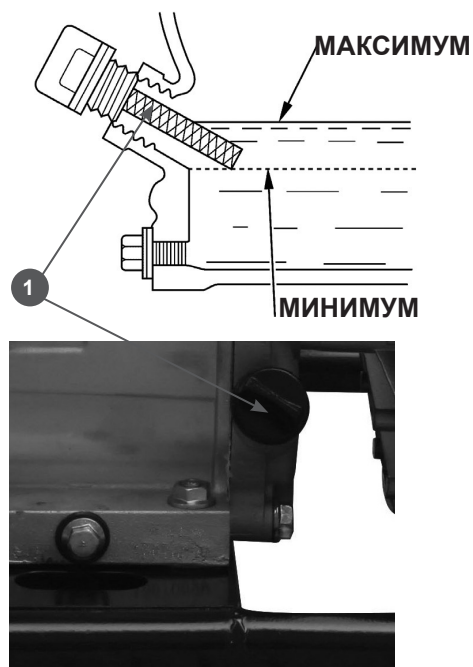

Рис.6
- Извлеките щуп (1) Рис.6 из маслозаливной горловины и протрите его чистой тряпкой.